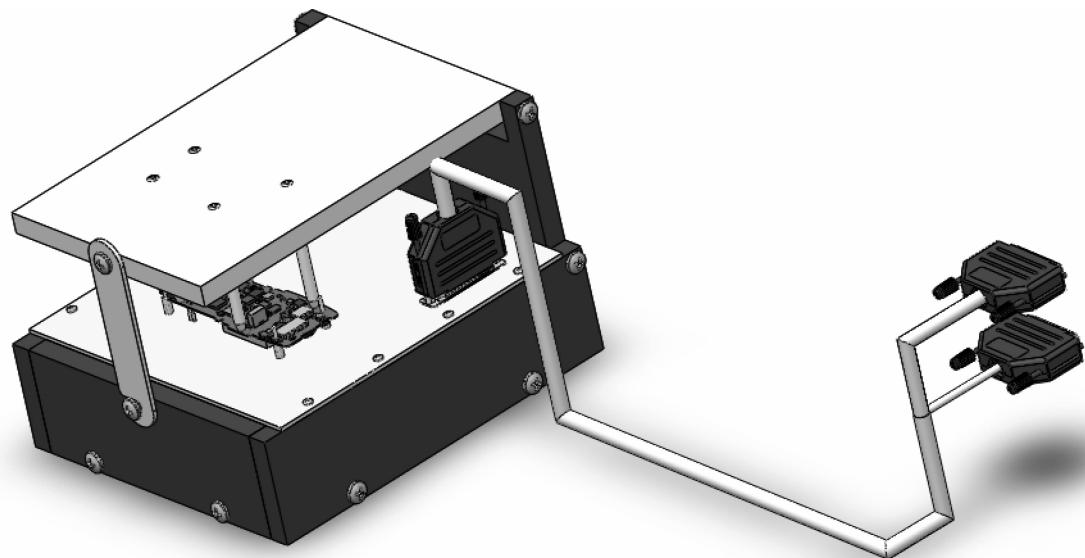

图 14-22 打开装配体
**步骤 1 打开装配体** 打开【页面 04-Route Wires】，如图 14-22 所示。